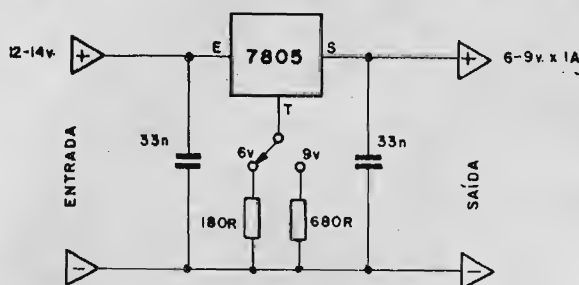
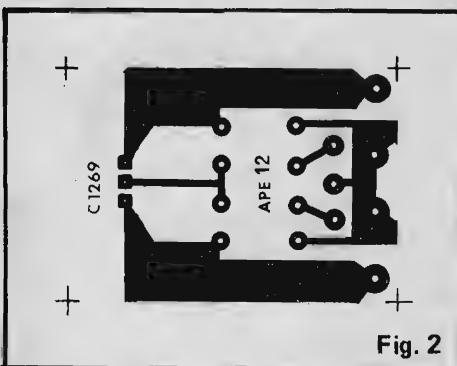

Fig. 1
Fig. 2
O "esquema" do C1269 está na fig. 1, enfatizando claramente a enorme simplicidade do arranjo, baseado num único Integrado Regulador de Voltagem, da conhecida "família" 78XX, circuitada de forma pouco convencional (pelo menos em relação ao que recomenda o fabricante, como básico...) através de um simples chaveamento que determina o nível de corrente fluindo através do seu terminal de "terra" (T)
Observado o esquema (fig. 1) e reconhecidos os componentes, podemos passar à montagem, inicialmente verificando na fig. 2 o lay-out (em tamanho natural, para facilitar a eventual cópia) do padrão cobreado do Circuito Impresso específico. A confecção da placa, para quem possuir o material necessário, e já tiver alguma prática, é muito fácil, devendo o hobbysta apenas observar com cuidado, ao final, se não ocorreram falhas ou "curtos", corrigindo tais defeitos antes de iniciar as soldagens. No caso da aquisição do C1269 na forma de KIT, essa parte relativamente "chata" da montagem já vem pronta, com a placa devidamente perfurada, envernizada e com o lado dos componentes perfeitamente demarcado quanto às posições, códigos e valores dos componentes, facilitando muito a montagem (principalmente para os novatos...).